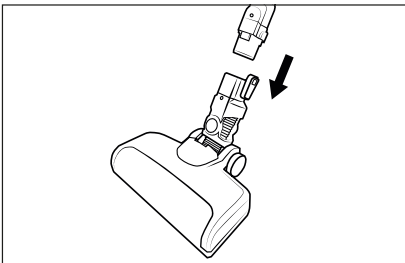

Abb. 2
- 2) Schieben Sie das Saugrohr **24** in die Bodenbürste **22**, bis es hörbar mit einem Klickgeräusch einrastet (siehe Abb. 2).